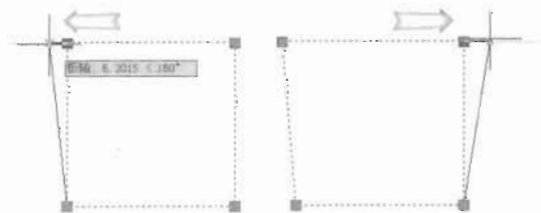

图 3-40
(3) 使用相同的方法将右上角的顶点也向右移动 5 个单位, 如图 3-40 所示。